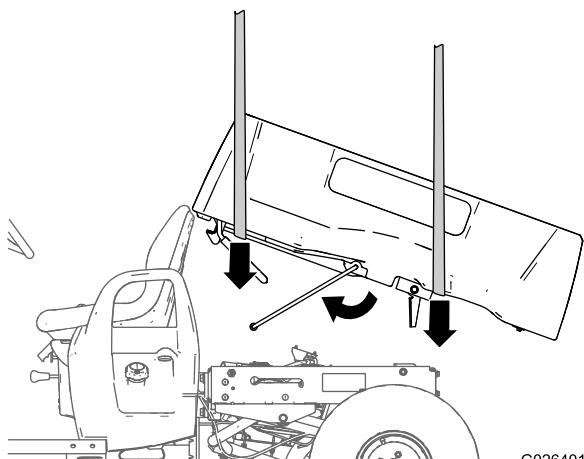
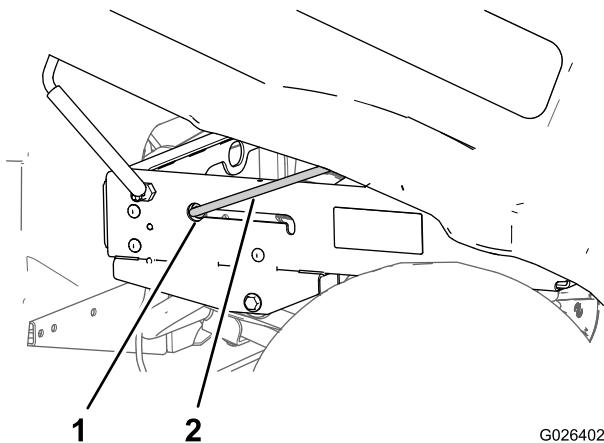

図 17
図 18
- 荷台の前後にホイストなどの昇降装置を使って荷台を吊り上げ、ピボットブラケット・アセンブリを後ろ側にむけて、車体に装着できるように位置合わせを行う 図17。
- 支え棒の短い方の脚が左フレームのチャネルのスロットまたは支え棒ブラケットのスロットのキー穴にそろいうように、昇降装置の高さおよび位置を調整する 図17。
- 支え棒を前に倒し、短い方の脚をキー穴に入れる 図17と図18。
- 荷台と支持棒を後ろにずらして、ピボットブラケット・アセンブリを後フレームのチャネル部材に整列させる 図18。